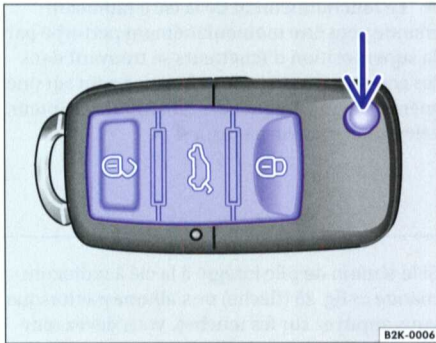

Fig. 24 Touches dans la clé à radiocommande
Seule la porte du conducteur est déverrouillée lorsque vous tournez la clé dans la serrure de la porte du conducteur une fois dans le sens de l'ouverture ou lorsque vous appuyez une fois sur la touche ⇒ page 33, fig. 24  de la clé à radiocommande.
– Appuyez sur la touche ⇒ fig. 24  de la clé à radiocommande pour déverrouiller toutes les portes et le hayon.
En appuyant sur la touche dans la clé à radiocommande ⇒ fig. 24 (flèche), vous déverrouillez le panneton.
Si vous appuyez fréquemment sur la touche  ⇒ page 33, fig. 24 en dehors du périmètre d'action de la clé à radiocommande, vous ne pourrez
- Dégagez le panneton en appuyant sur le bouton ⇒ page 33, fig. 24 (flèche).